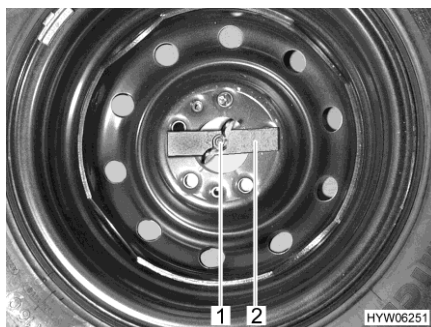

Fig. 231 Rueda de repuesto en el compartimento de almacenamiento trasero
- Aflojar con la mano la tuerca de mariposa (Fig. 231,1) y retirarla.
- Retirar la pieza de presión (Fig. 231,2).